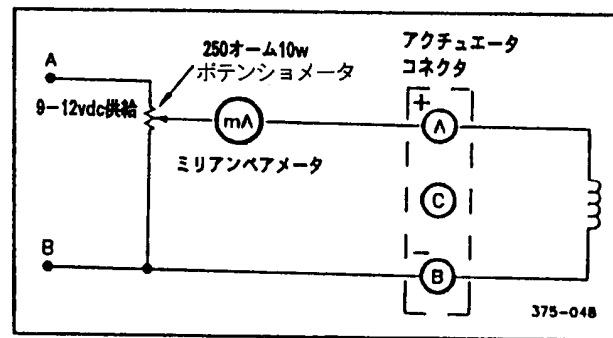

図5-1 テスト回路用配線図
8. 図5-1に示すような回路をアクチュエータに接続します。